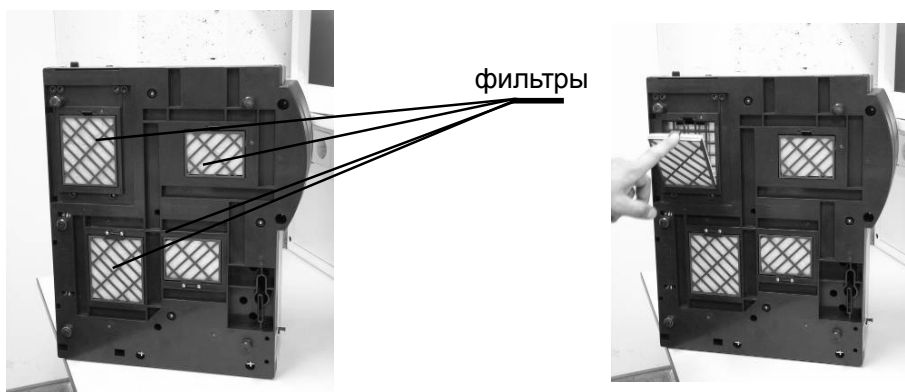

Рис. 1.
- 2 – Поставить прибор, как показано на рис. 1.;
- 5 – Установить фильтры обратно (рис. 1) после того, как они высохнут